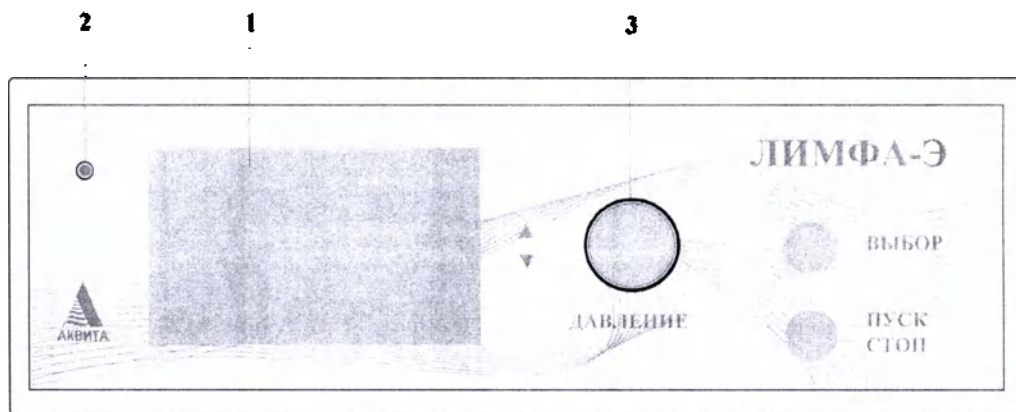
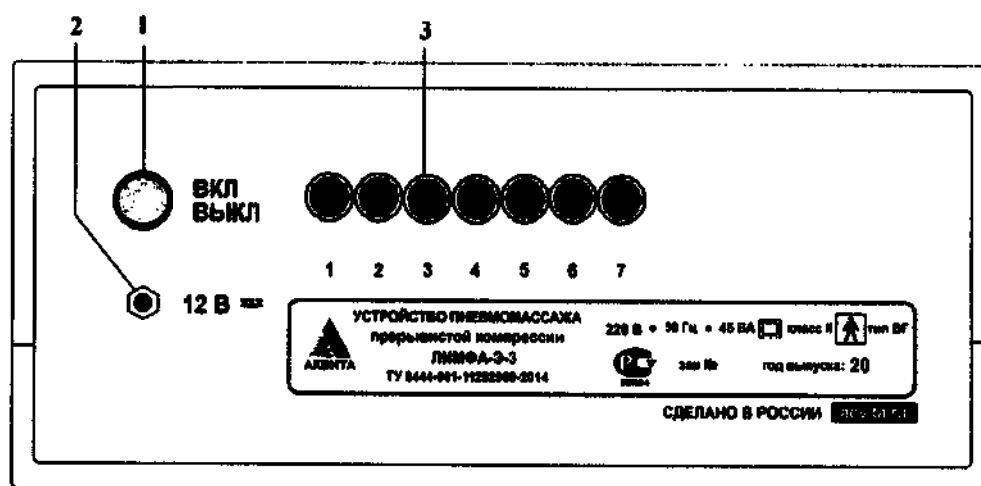
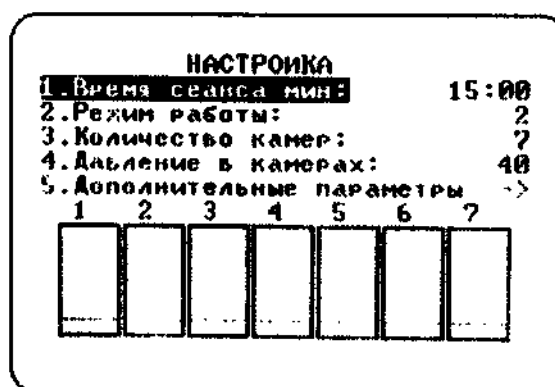

Рис.1 Блок управления – вид спереди
Рис.2 Блок управления – вид сзади
Рис. 3.1
Блок управления поставляется с соединительными муфтами (рис.2, поз.3). На манжетах, шлангах, переходниках соединительные муфты или маркирующие кольца серого цвета обозначают(маркируют) первую камеру.
6.1.1. Подсоединить большой шланг (7 секций) к соединительным муфтам (рис. 2), при этом трубку шланга 1 соединить с муфтой 1, трубку 2 с муфтой 2 и т.д.
6.1.2. Соединить сетевой адаптер с гнездом питания блока управления (рис.2, поз.2). Вставить сетевой адаптер в сетевую розетку.
6.1.3. Нажать кнопку выключателя (рис.2, поз.1), при этом должны засветиться светодиод (рис.1, поз.2) и табло дисплея (рис.1, поз.1), появится табло режима настройки (рис.3.1).
Ручкой Задатчика (рис.1, поз.3) и кнопкой «ВЫБОР» (см. рис.1) можно переключаться между режимами настройки и изменять значения параметров.